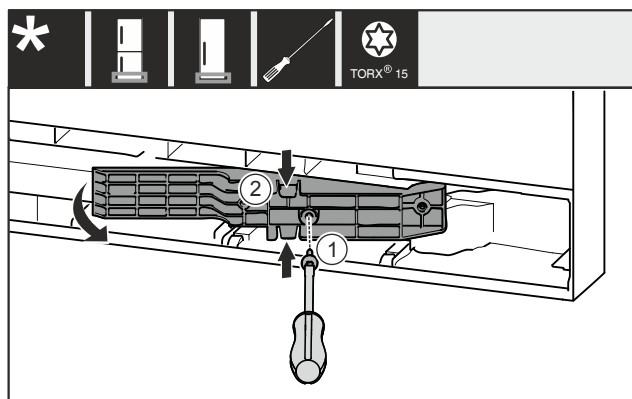

Fig. 18 *
- Retirer la vis Fig. 18 (1)*.
- Compresser légèrement l'adaptateur Fig. 18 (2) par le haut et le bas et le retirer.*